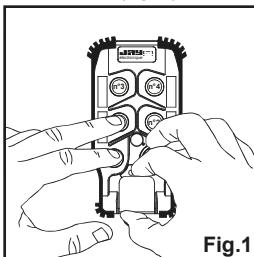

Fig.1
- 3- - Die Tasten Nr. 1 und "Ein/Hupe" gedrückt halten und dabei die Notaustaste entriegeln (Abb. 1).